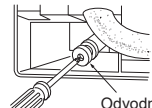

Fig. 3
- 4) Stavite odvodnu kapicu u odjeljak na koji se odvodno crijevo treba pričvrstiti na stražnjoj strani unutarnje jedinice. (Fig. 3)